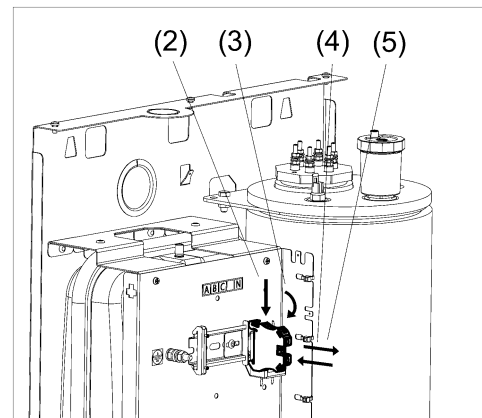

Рисунок 19. Замена клеммных колодок
- (1) Отсоедините провода от колодки, которую требуется заменить (см. рис. 19);
- (2) Используя плоскую отвёртку отогните “язычок” колодки во внешнюю сторону;
- (3) Поверните колодку на угол  $10 \div 15^\circ$ ;
- (4) Снимите колодку с DIN-рейки;
- (5) Поставьте новую колодку на DIN-рейку взамен прежней;
- (6) Подсоедините к новой колодке отсоединённые провода.